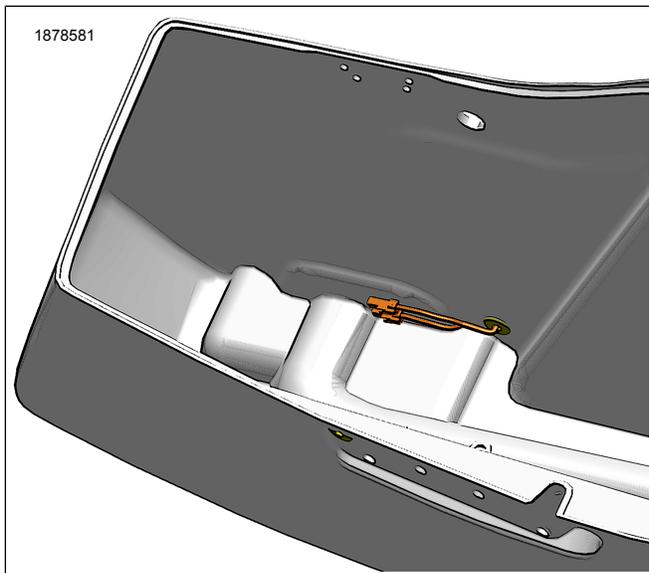

Figura 4. Colocación del arnés de puente
3. Figura 4 Si se instala el kit de luces interiores para alforjas (n.º de pieza 68000425) junto con el kit de luces indicadoras para alforjas (n.º de pieza 68000372), se requiere la compra por separado de dos puentes de arnés de cables para accesorios traseros (n.º de pieza 69203366).